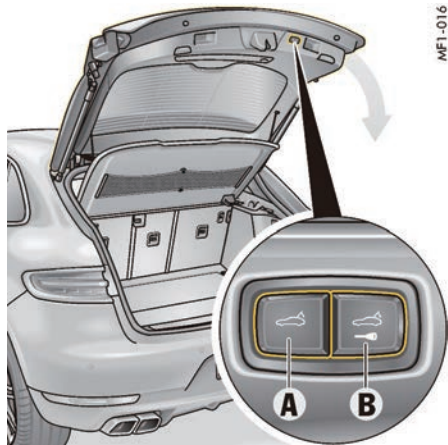

图 197: 尾门饰板中的按钮
5. 按住尾门饰板上的按钮 A (第 252 页的图 197) 约 3 秒。随后响起一声确认信号。此时，尾门打开高度已设定。可通过按下按钮 A 关闭尾门。
- ▶ 按尾门饰板上的按钮 **B** (第252 页的图 197)。尾门关闭，车辆锁止。
- ▶ 按下尾门饰板 (第 252 页的图 197) 上的按钮 **A** 或 **B**。